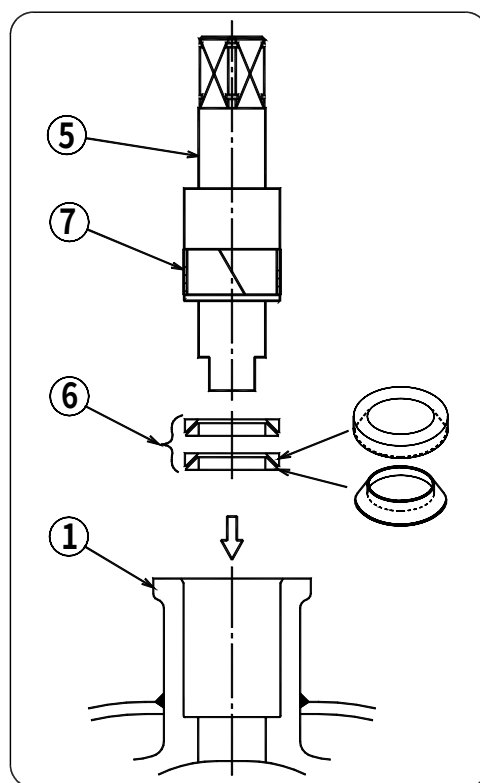
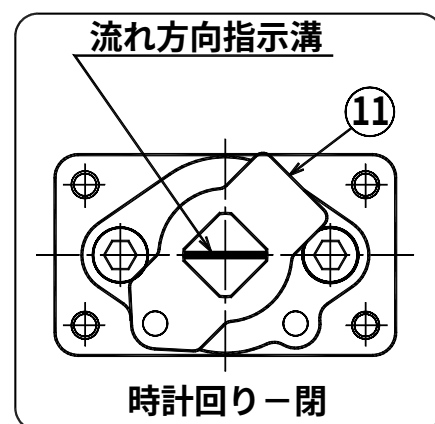
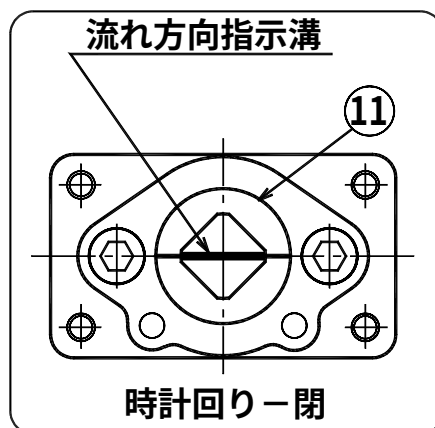

図 1
図 2
図 3
- 4) ボール③をボディ①に装着する。
- 5) 図1を参照して，入れる方向を確認し，グランドパッキン⑥をステム⑤に装着する。
- 6) ステム⑤にステムベアリング⑦を装着する。
- 7) ボール③を閉位置にし，ステム⑤をボディ①のグランド部に挿入し、ボール③溝部に装着する。
- 8) ステム⑤にスラストベアリング⑧を装着する。
- 9) グランドキャップ⑨にグランドベアリング⑩を装着する。
- 10) 断面図を参照し，グランドキャップ⑨をキーロック穴を下側にして，ボディ①のグランド部に装着する。
- 11) 六角穴付ボルト⑭2本を六角レンチ(六角棒スパナ)で，片締めにならないように，締め過ぎないように，交互に締め付ける。
- 12) 手動弁の場合図2，自動弁の場合図3を参照して，ステム⑤の流れ方向指示溝を確認し，時計方向に回すと閉になるように，ストッパ⑪を取り付ける。
- 13) 手動弁で，ハンドルを固定する場合，ハンドルを取付の上，スナップリング⑫をスナップリングプライヤを用いて，ステム⑤の手前の溝にはめ込む。手動弁で，ハンドルを取り外して使用する場合，および駆動装置付きの場合，スナップリング⑫を，ステム⑤奥の溝にはめ込む。
- 14) ボディキャップ②にガスケット⑬を装着し(ガスケット⑬が落ちる場合は，ボディ①のガスケット溝にガスケット⑬を入れ